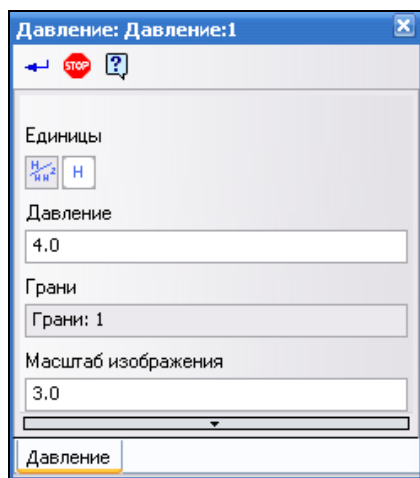

Рис. 10.17. Панель свойств: **Давление**
- ◆ на Панели свойств: **Давление** (рис. 10.17) название указанной грани появится в поле **Грани**. Там же необходимо сначала выбрать единицу измерения с помощью переключателей: